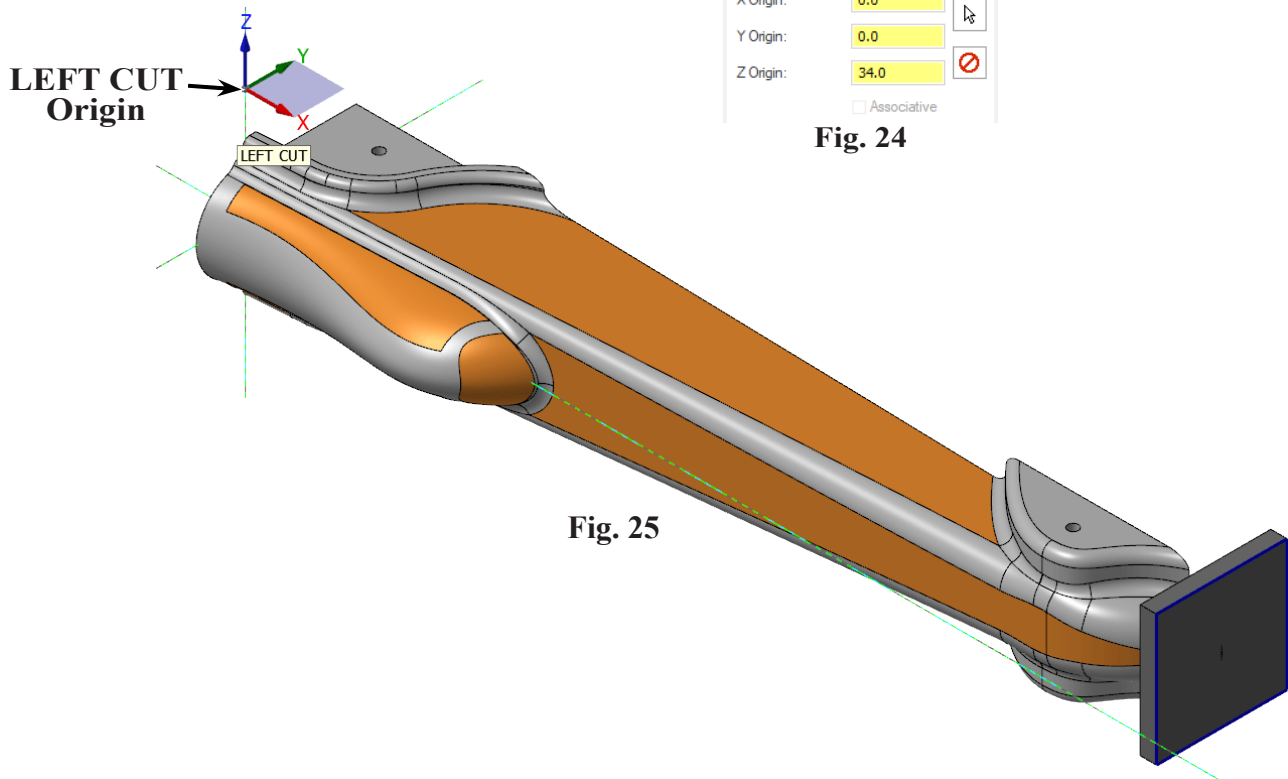

Fig. 25
Step 6. Confirm **LEFT CUT** Origin, Fig. 25.